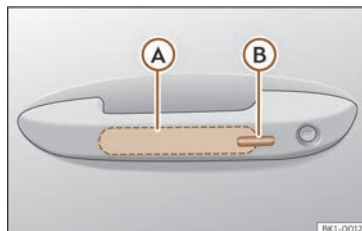

Fig. 73 Poignée de la porte : surfaces sensibles.
>>> **fig. 73**
- Touchez la surface sensible >>> **fig. 73 (B)** située sur la face extérieure de la poignée de porte. Tous les clignotants clignotent en même temps.
- Dans les 5 secondes qui suivent, touchez une fois le capteur sur la face extérieure de la poignée de porte >>> **fig. 73 B**. Ce faisant, ne saisissez pas la poignée. Le système Keyless Access est temporairement désactivé.
Pour **fermer à l'aide de la fonction confort** toutes les vitres électriques et le toit ouvrant, maintenez appuyé quelques secondes un doigt sur la surface sensible de verrouillage >>> **fig. 73 B** de la poignée de porte jusqu'à ce que les vitres et le toit se ferment.